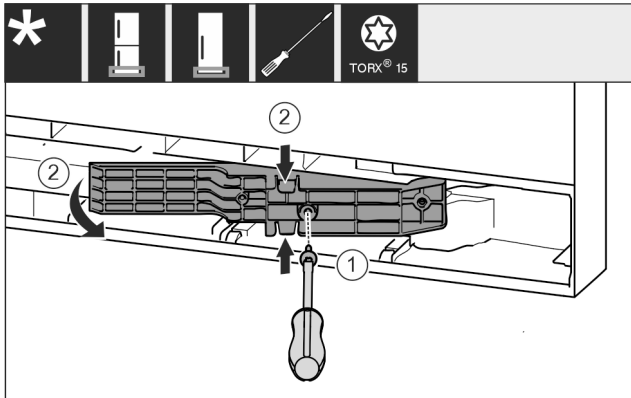

Fig. 18 *
- Oldja ki a csavarokat a T15 csavarhúzóval. Fig. 18 (1)*
- Húzza ki az illesztődarabot. Fig. 18 (2)*